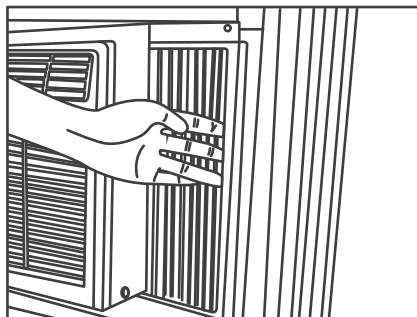

Fig.6
- 3 Extienda los paneles laterales contra el marco de la ventana (FIG. 6)